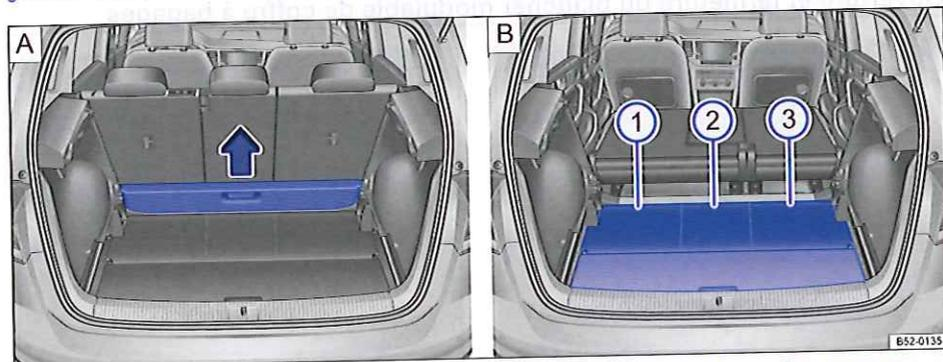

Fig. 110 Figure (C) : extension du coffre à bagages vers le bas et vers l'avant ; Figure (D) : extension maximale du coffre à bagages.
- Élargissez le coffre à bagages vers le bas ⇒ page 156, (B) *Extension du coffre à bagages vers le bas*
- Retirez la traverse par le haut ⇒ fig. 110 (flèche).